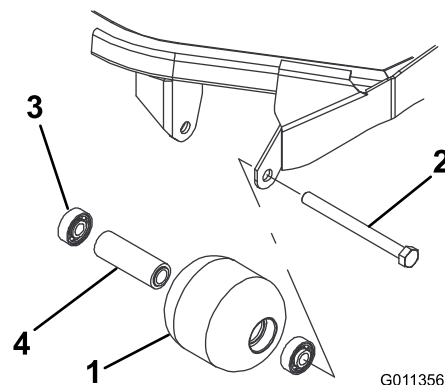

Figure 86
- Retirez le boulon de fixation du galet (Figure 86).
- Vérifiez l'état du logement de roulements, des roulements et de l'entretoise de roulements (Figure 86) Remplacez les composants endommagés et procédez au remontage.
- Enfoncez le premier roulement dans le logement à la presse (Figure 86). Exercez la pression uniquement sur la bague extérieure ou uniformément sur les bagues intérieure et extérieure.
- Insérez l'entretoise (Figure 86).
- Enfoncez le second roulement dans le logement (Figure 86) en exerçant une pression uniforme sur les bagues intérieure et extérieure jusqu'à ce que la bague intérieure rejoigne l'entretoise.